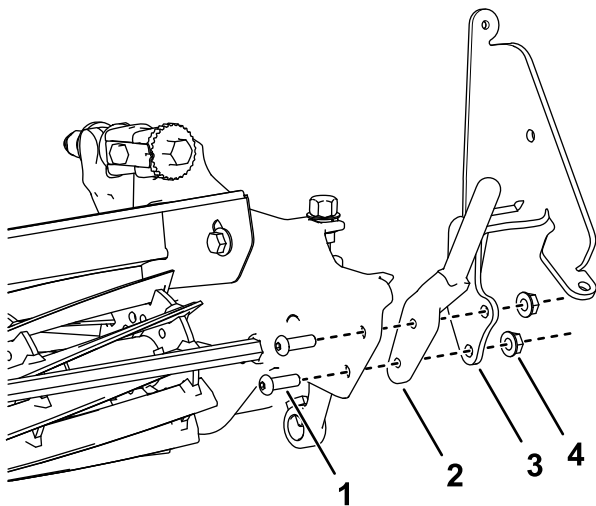

Figura 1
3. Instale um suporte de escova e barra de montagem do cesto removidos no passo 2 em cada lado da unidade de corte utilizando dois parafusos de cabeça sextavada interior (5/16 x 1 pol.) e duas porcas de bloqueio (5/16 pol.) como se mostra na Figura 1.